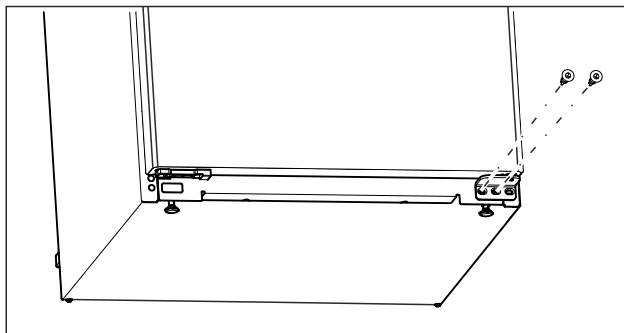

Fig. 11
- ▶ Svitare la vite centrale sul blocco inferiore di supporto con un cacciavite Torx 20. (vedere Fig. 11)
- ▶ Svitare la vite interna sul blocco inferiore di supporto con un cacciavite Torx 20. (vedere Fig. 11)